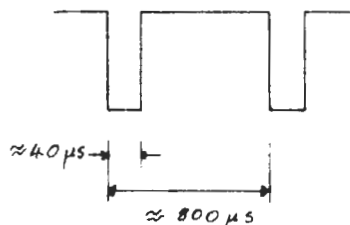

Fig. D 5.
D.5. WAVEFORMS (See Fig. D.5.)